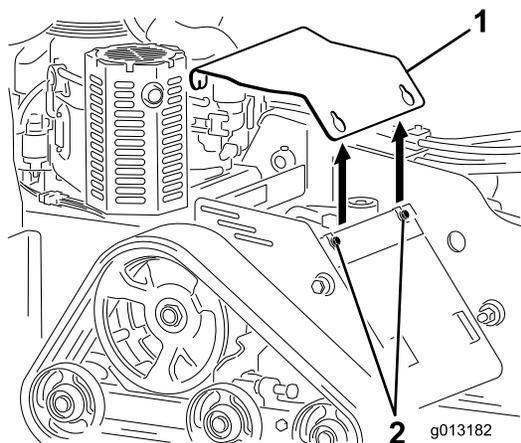

図 22
4. カバープレートをフレームに固定しているボルト3本を交互にゆるめてカバーが動くようにする 図 22。
6. 運転する時は必ずカバーを取り付ける。カバープレートを所定位置にセットし、外す時にゆるめたボルト3本で固定する 図 22。